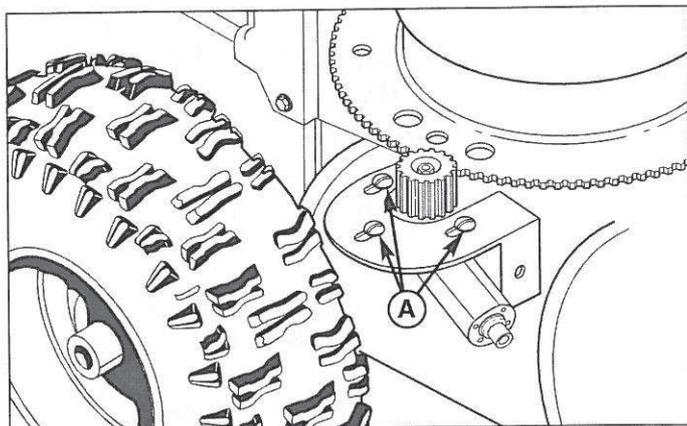

Figura 20. Regolazione del motorino del rotatore dello scivolo
3. Allentare le viti per metallo (A, Figura 20) che fissano il motorino del rotore e regolare in modo che l'ingranaggio del motorino e quello ad anello dello scivolo s'ingranino. Serrare le viti per metallo.